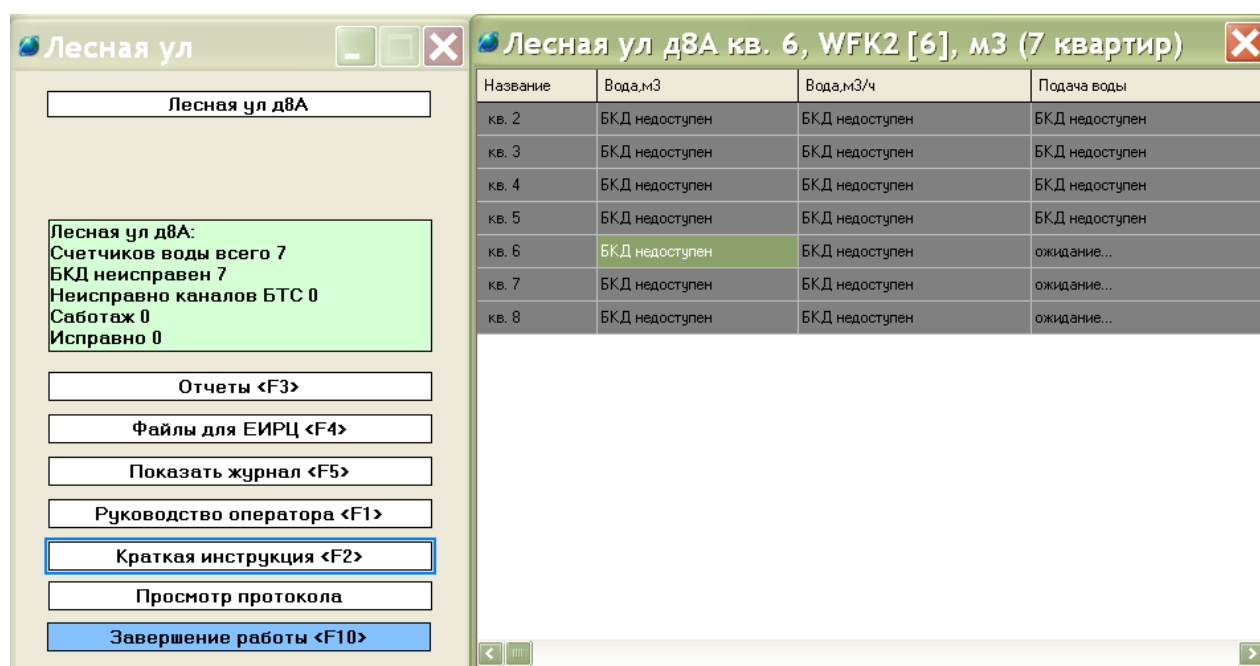

Рисунок 81
1) Временно отключить БТС-2 от линии интерфейса СОС-95. Длительность отключения должна превышать заданный период обновления информации в системе. Проверить формирование сообщения «Неисправен БТС» в ячейках измеренного объема воды в таблице для тех квартир, которые подключены к проверяемому БТС-2 (рисунок 81). В окне «Лесная ул.» проверить появление сообщения о количестве неисправных водосчетчиков «Неисправно каналов БТС» по причине отказа БТС-2.